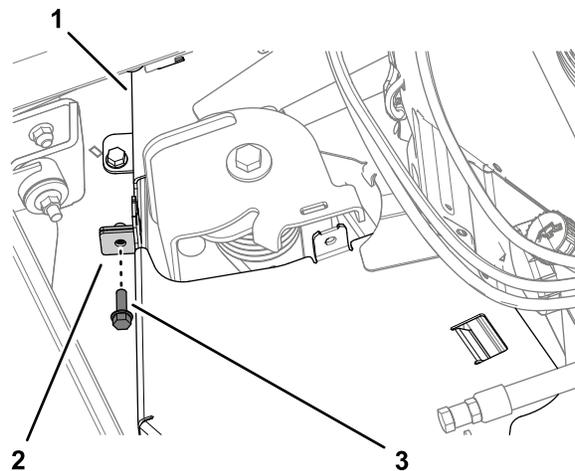

Figura 44
3. Prenda as flanges da cobertura da correia com o parafuso de cabeça flangeada (Figura 44) que removeu em Remoção da cobertura da correia esquerda (página 29).